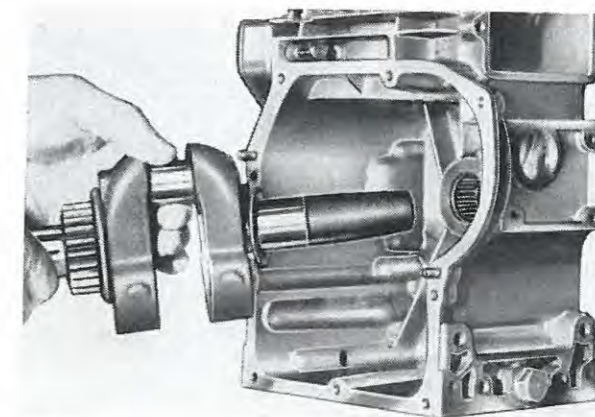

Fig. 68
- Introduire le vilebrequin avec centrifugeur, engrenage et palier de butée, en plaçant sur l'extrémité fileté côté volant la gaine de protection 7090-2524-13 pour la bague d'étanchéité ou autre. (Fig. 68).
- Mount crankshaft complete of drive gear, baffle and thrust bearing, into crankcase, placing on the threaded end, the sealing protective device 7090-2524-13 or a similar cap (Fig. 68). See pag. 26 for adjustment of shaft and float.
- Kurbelwelle zusammen mit Ölschleuder, Steuerrad und Drucklager einführen, wobei man die Schutzkappe 7090-2524-13 für den Öldichtring auf dem Wellenende der Schwungseite aufsetzt (Abb. 68).